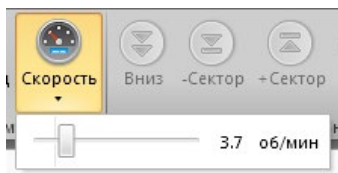

Рисунок 9
3. Выбрать скорость вращения стола (в оборотах в минуту) с помощью слайдера «Скорость» (рис. 9). Для контроля скорости рекомендуется запустить вращение стола с помощью кнопки ►►